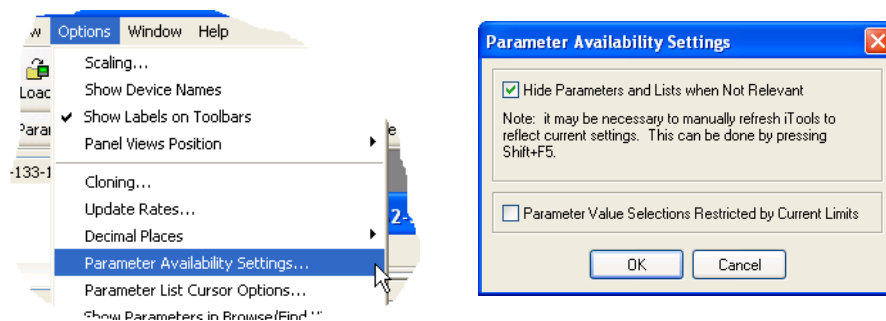

Figura 52 Mostra/Nascondi parametri
3. Parametri nascosti. Per impostazione predefinita, iTools nasconde i parametri considerati irrilevanti nel contesto corrente. È possibile visualizzare i parametri nascosti nella tabella utilizzando la voce Parameter Availability (Disponibilità parametri) nel menu delle opzioni (Figura 52). Tali elementi vengono visualizzati con uno sfondo ombreggiato.